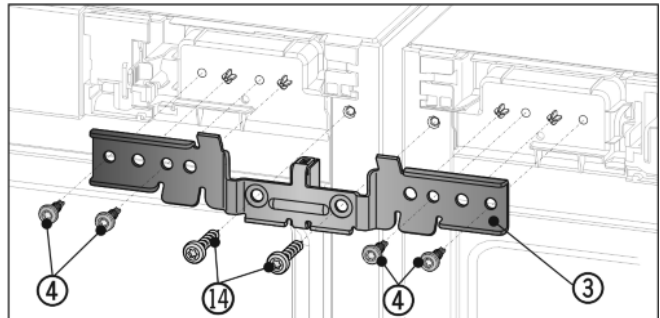

Fig. 7
- Winkel Fig. 7 (3) mit dem Distanzstück zwischen die Geräte und auf die Zapfen schieben. Den Winkel mit vier Schrauben Fig. 7 (4) und den zuvor herausgeschraubten Erdungsschrauben Fig. 7 (14) abwechselnd rechts und links lose anschrauben.